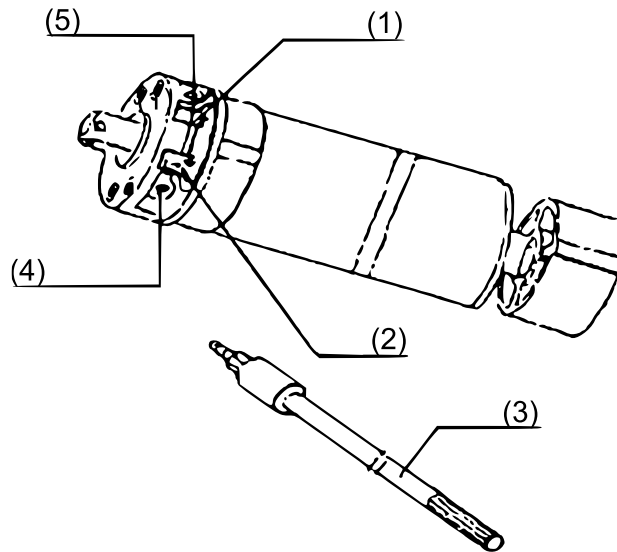

Fig. 12
1. Montare l'adattatore dell'albero (4) al motore per tapparelle (3); misurare la distanza tra l'adattatore e la corona (2) prima di inserire entrambi nell'albero (5) Assicurarsi che l'adattatore sia all'interno dell'albero.
2. Misurare la distanza tra l'adattatore dell'albero (4) e l'estremità dell'albero (5) per evitare possibili danni durante il montaggio.
3. Inserire la capsula cilindrica (7) nell'estremità libera dell'albero (5) e prendere tutte le misure necessarie prima di fissarla con viti lunghe mass. 1 cm.
4. Fissare il supporto del motore (1) e il supporto della capsula cilindrica (8) in modo che l'albero (5) si trovi in equilibrio dopo il montaggio.
5. Fissare ora l'albero (5) ai supporti in modo che sia possibile accedere alle viti di regolazione del motore (fig. 12).
7. Fissare ora la tenda (6) all'albero (5) montando le molle all'albero. Assicurarsi che le molle siano ben fissate e che non vi sia alcun gioco quando la tenda viene abbassata.
8. Sollevare ora la tapparella (6) con l'elemento di comando fino all'arresto automatico del motore. Utilizzare un cacciavite per regolare manualmente il fine corsa superiore della tapparella, con l'aiuto della vite di regolazione inferiore (fig. 12).